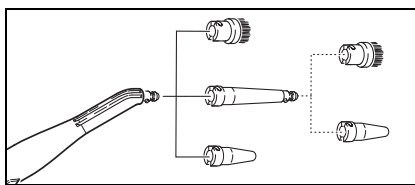

Fig. 8
- O bocal de jacto pontual (D1) também pode ser utilizado com a extensão (D2), a escova redonda (D3) ou o bocal de alta potência (D4) (veja fig. 8). Para isso colocar os dois entalhes da peça de adaptação no dispositivo de retenção do bocal de jacto pontual e rodar no sentido